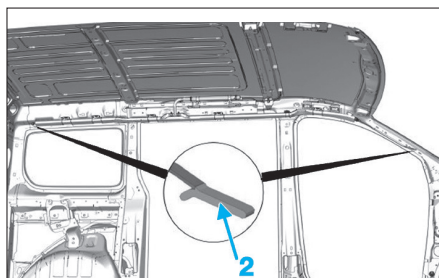

Fig. 9
- Retirer les brins (2) (Fig.9).